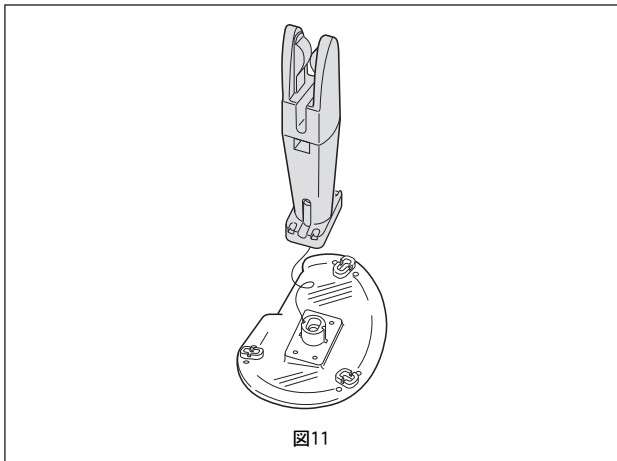

図11
- テンプレート支柱部の基部にある2か所の保持糸を切り取り、支柱部とテンプレート部を切り離します。テンプレートの支柱部に組み込まれているモノフィラメント糸の巻き糸からは、リング部とテンプレートが切り離されていない状態でも術野から支柱部を取り除くことができるように、十分な長さの糸を送り出すことができます。また、このモノフィラメント糸の巻き糸はテンプレートの回収時に、テンプレートの右室への落下を防止する役目を果たします (図11)。